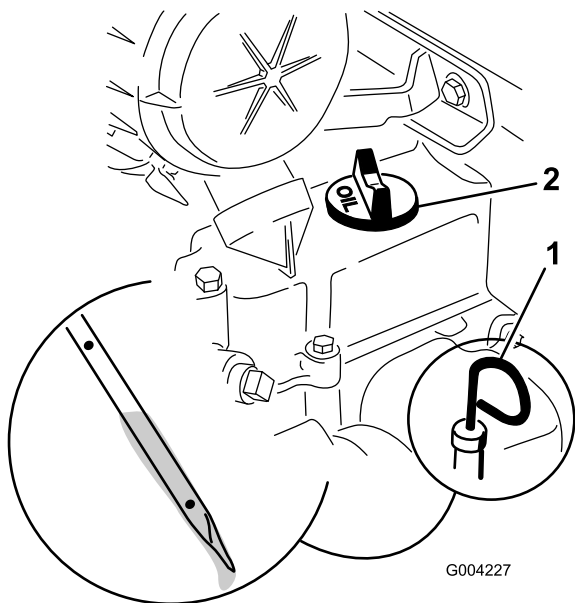

Bild 15
2. Nehmen Sie den Peilstab heraus und wischen Sie ihn mit einem sauberen Lappen ab (Bild 15).
3. Stecken Sie den Peilstab in das Rohr und stellen Sie sicher, dass er vollständig eingeführt ist (Bild 15).
4. Entfernen Sie den Peilstab und prüfen den Ölstand (Bild 15).
5. Nehmen Sie bei einem niedrigen Ölstand den Ölfüllstutzendeckel (Bild 15) ab und gießen Sie genug Öl ein, bis der Ölstand die Voll-Markierung am Peilstab erreicht.
6. Stecken Sie den Peilstab wieder fest ein (Bild 15).